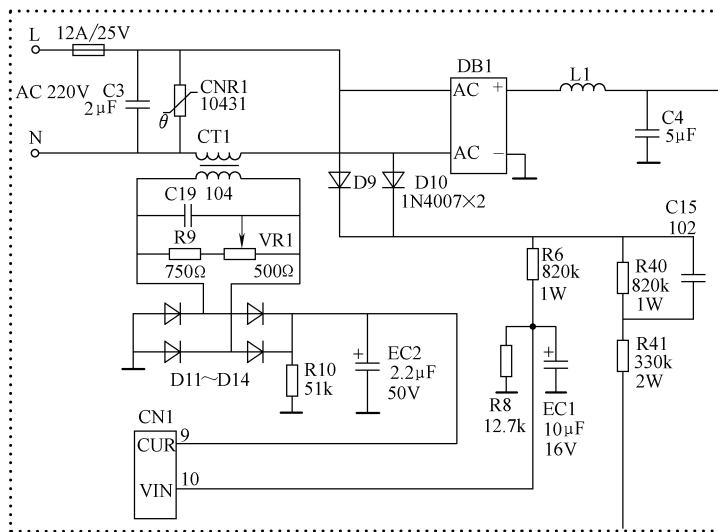

图 4-99 电流/电压检测电路截图
**维修笔记** 电流/电压检测电路截图如图 4-99 所示。